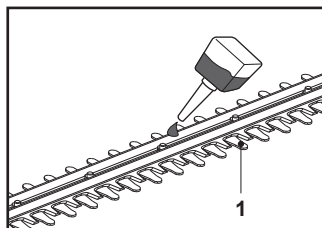

Fig. 10
9. Lubrifier les surfaces internes de la lame si le dispositif de coupe (lame) (1) surchauffe pendant le fonctionnement (Fig. 10).
1. Garder le dispositif de coupe (lame) (1) propre et exempt de débris. Retirer les déchets de taille à l'aide d'une brosse.
2. Appliquer une petite quantité de lubrifiant approprié sur le dispositif de coupe (lame) pour maintenir une bonne efficacité de coupe (Fig. 10).